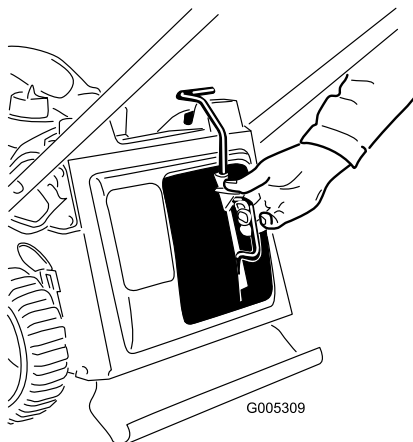

Figur 19
3. Dra åt det övre handtagsvredet ordentligt (Figur 19).